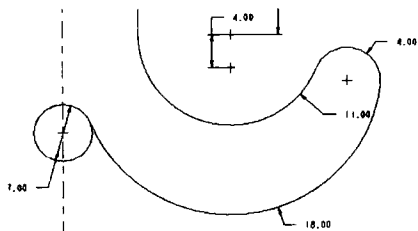

图 1-27 切剪图元
(13) 单击 按钮剪切多余图元, 完成后如图 1-27 所示。